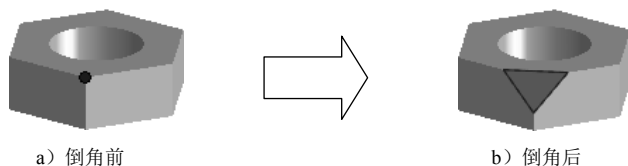

图 5.7.3 顶点倒角特征
- 利用“倒角”对话框还可以创建如图 5.7.3 所示的顶点倒角特征, 方法是在定义倒角类型时选择“顶点”选项, 然后选取所需倒角的顶点, 再输入目标参数即可。